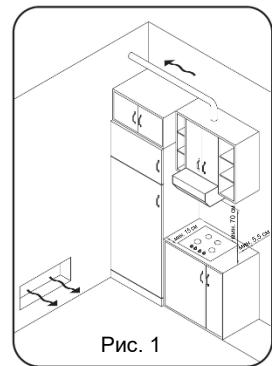

Рис. 1
- Если прибор Trio устанавливается со шкафчиками с обеих сторон, расстояние между прибором Trio и шкафчиком должно составлять не менее 15 см (см. рис. 1); при этом расстояние между прибором Trio и задней стеной должно быть не менее 5,5 см. Расстояние между прибором Trio и любым другим предметом мебели или устройством над ним (например, вытяжкой) должно быть не менее 70 см (рис. 1).
Впускной шланг следует подсоединить к водопроводному крану, чтобы можно было отключить подачу воды, когда машина не используется (рис. 1). Впускной шланг посудомоечной машины оснащен резьбовым разъемом 3/4" (рис. 2). Впускной шланг «A» должен быть плотно подсоединен к крану 3/4" «B».